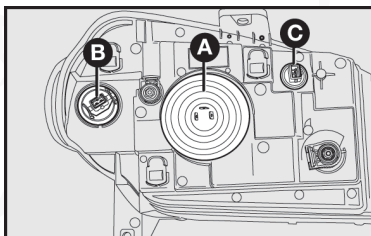
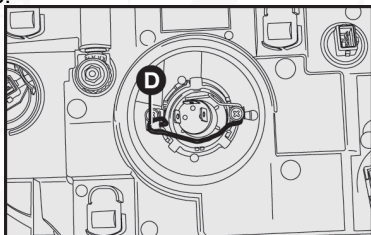

fig. 15
fig. 16
- 2) Retirar la tapa plástica A-fig. 15 para tener acceso a las luces de alta/baja y poder retirarla;
- 3) Apretar hacia delante y luego hacia abajo la pestaña D-fig. 16, y abriéndola lateralmente.
- 6) Reenganchar la presilla de fijación D-fig. 16, colocando por último la tapa plástica A-fig. 15;
- 1) Girar el portalámpara B-fig. 15 en el sentido contrario a las manecillas del reloj y retirarla;
- 3) Sustituir el foco y reinstalar el portalámpara B-fig. 15, girándolo en el sentido de las manecillas del reloj.
- 1) Girar el portalámpara C-fig. 15 en el sentido contrario a las manecillas del reloj y retirarlo.
- 2) Tirar el portalámparas B-fig. 15 para retirarlo de su alojamiento;